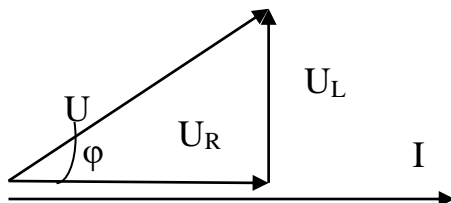

Рисунок 7.1 – Векторная диаграмма при RL нагрузке
7. Используя формулу 7.1 (или 7.2) и опираясь на рисунок 7.1 (или 7.2) постройте векторную диаграмму при заданной нагрузке.